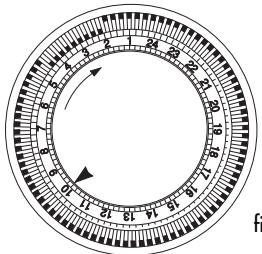

fig.5
- Guardate l'ora del Vostro orologio. Supponendo che siano le 10, ruotate in senso orario il disco numerato del programmatore fino a far coincidere il numero 10 dello stesso con l'indice di riferimento s impresso sul programmatore (fig.5).
- Impostare i periodi di tempo in cui desiderate che l'apparecchio funzioni, spingendo verso il centro i dentini (fig.5). Ogni dentino corrisponde ad un periodo di tempo di 15 min. Saranno a questo punto visibili dei settori che corrispondono ai periodi di funzionamento.